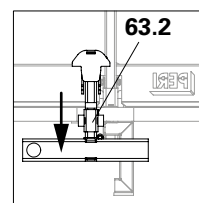

Fig. A7.13c
4. Pousser le manchon coulissant vers le bas. (Fig. A7.13c)